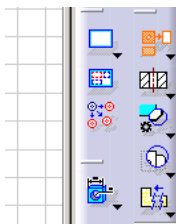

图 6-526
- » 步骤 02 单击 Projection View 图标 ，如图 6-526 所示。